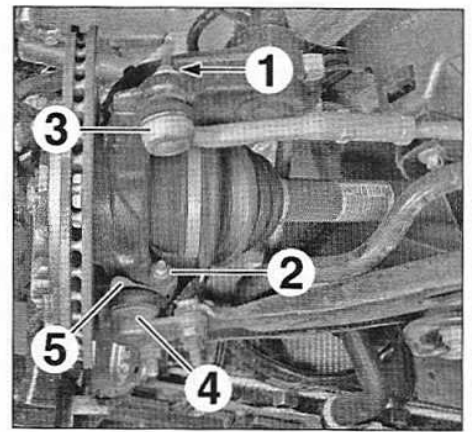

FIG.32
- Déposer (Fig.32) :
- l'écrou (1),
- le boulon de bridage (2).
- la rotule de direction (3),
- la rotule inférieure (4).
- Récupérer la protection (5) de la rotule de pivot.